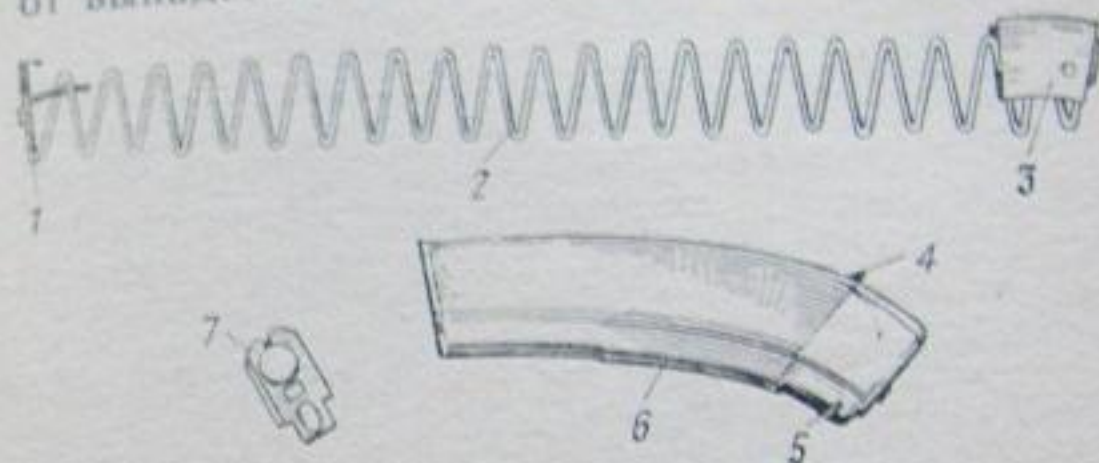

Рис. 34. Магазины:
**21. Магазин** (рис. 34) служит для помещения патронов и подачи их в ствольную коробку. Он состоит из пластмассового корпуса, крышки, стопорной планки, пружины и подавателя.